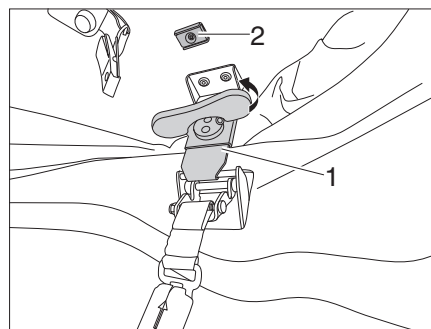
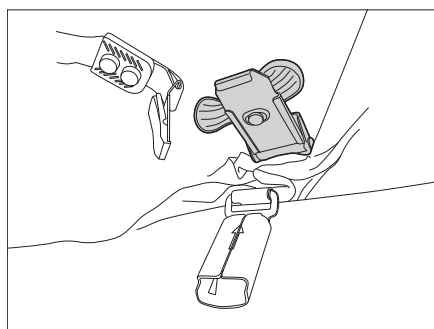

Fig. 49 Desserrer les verrouillages
Fig. 50 Fixer le verrouillage
- Installer les poignées tournantes des verrouillages de gauche et de droite (Figure 49,1) et les tourner dans le sens contraire des aiguilles d'une montre jusqu'à ce que les verrouillages soient desserrés.
- Rabattre la poignée tournante vers le bas et fixer le mécanisme de verrouillage à l'aimant (Figure 49,2) (Figure 50).